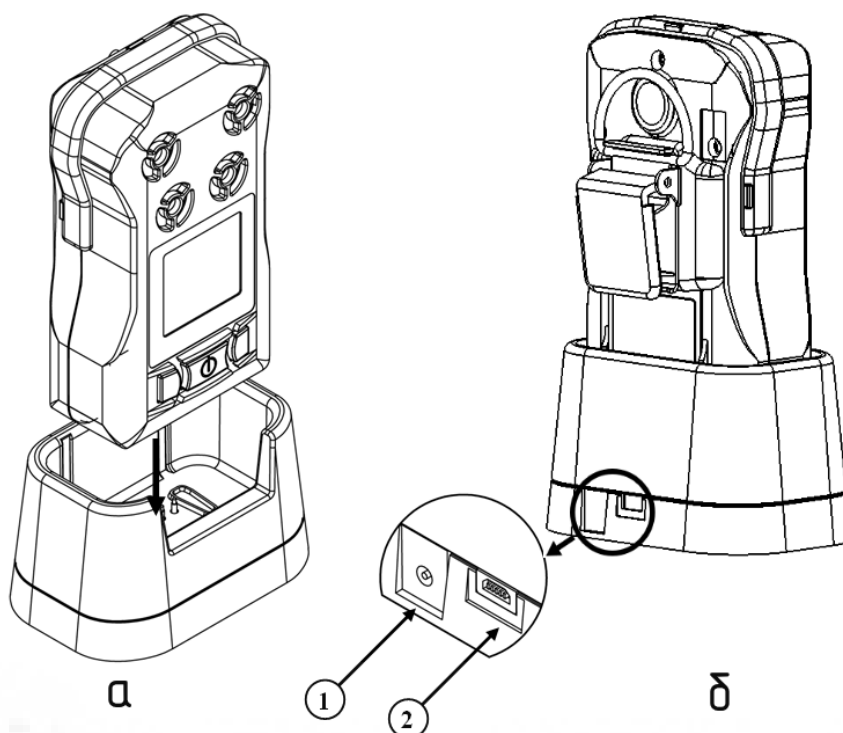

Рисунок 11 – Подключение прибора к док-станции
3.5.1 Заряд аккумуляторной батареи прибора должен производиться вне взрывоопасной зоны при помощи док-станции (рисунок 11) или автоматической зарядной станции 3C-GS20. Для заряда к док-станции необходимо подключить зарядное устройство (разъем (1) рисунок 11б), плотно вставить прибор до появления короткого звукового сигнала.
При подключении к персональному компьютеру (далее - ПК) прибор необходимо поместить в док-станцию и подключить USB-кабель к разъему (2) на рисунок 11б.